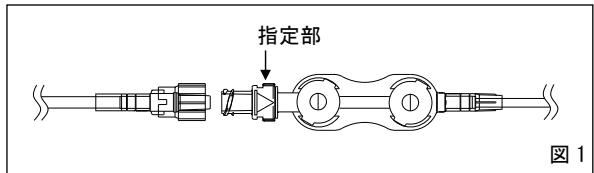

図1
\*\*(2) 回転機能を有する逆止弁のメスコネクタにオスコネクタを接続する、又はチューブのねじれを修正する場合には、逆止弁の指定部を持つこと（図1）。[指定部以外を持った場合、部品の回転により十分なロックかん合ができないおそれがある。]